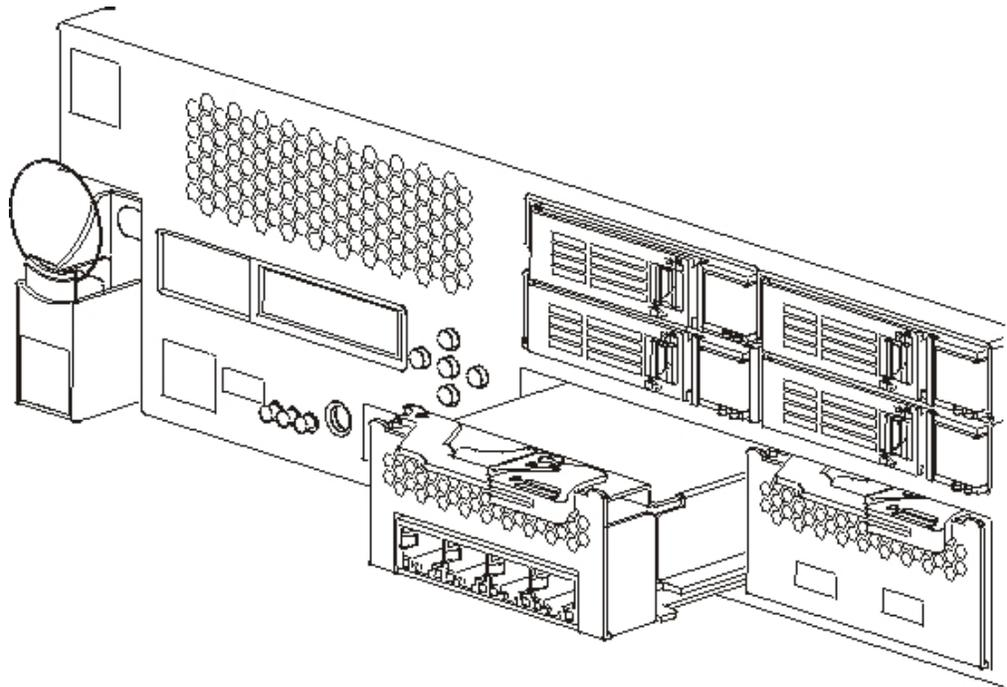

Abbildung 18. Ethernet-Modul ausbauen
- Ziehen Sie den Hebel auf sich zu, um die Ethernet-Module herauszuziehen. Sehen Sie sich dazu Abb. 18 an.